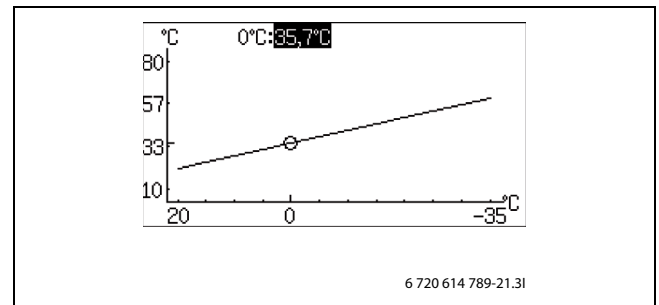

Bild 24
- ▶ Vrid ratten när fyrkanten är markerad tills 0 °C är markerad ( Bild 24).